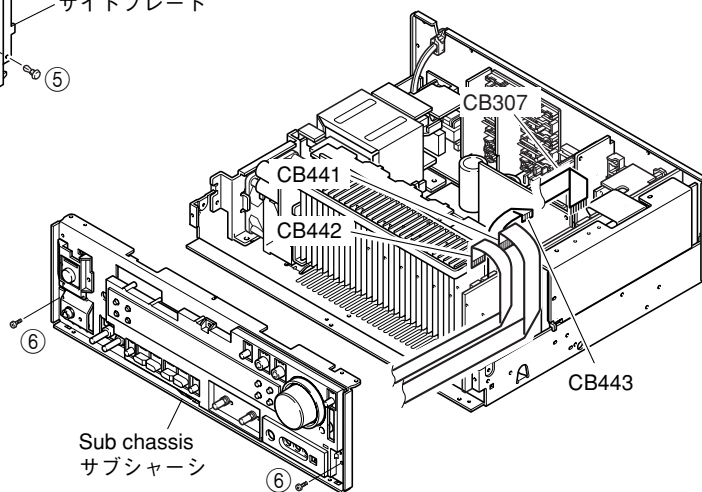

Fig. 2
- Remove 2 screws (⑥) and then remove the Sub Chassis. (Fig. 2)
- Remove CB307, 441~443. (Fig. 2)
- ⑥のネジ2本を外し、サブシャーシを取り外します。(Fig. 2)